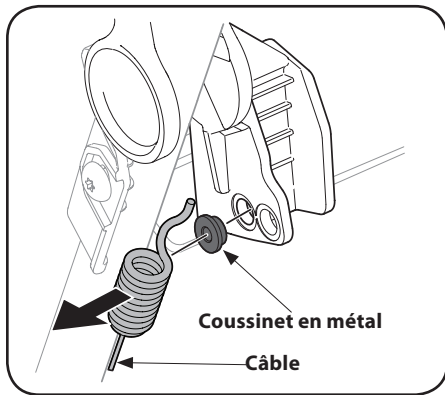

Figure 4-4
3. Décrochez le câble et retirez le coussinet en métal de la poignée de commande d'entraînement en plastique. Voir Figure 4-4.